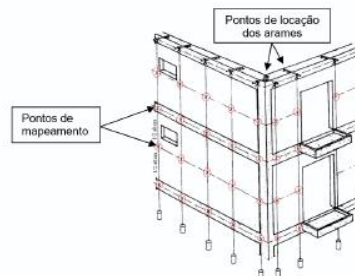

Figura 8 - Exemplo de locais para mapeamento.
- Após a execução do chapisco, também deverá ser feito o mapeamento em uma planilha disponibilizada em projeto, onde deverão ser feitas as medições e anotações. Deverá ser feito o mapeamento de todos os arames, considerando por andar, um ponto na estrutura e outro na alvenaria, conforme exemplifica a figura 8;